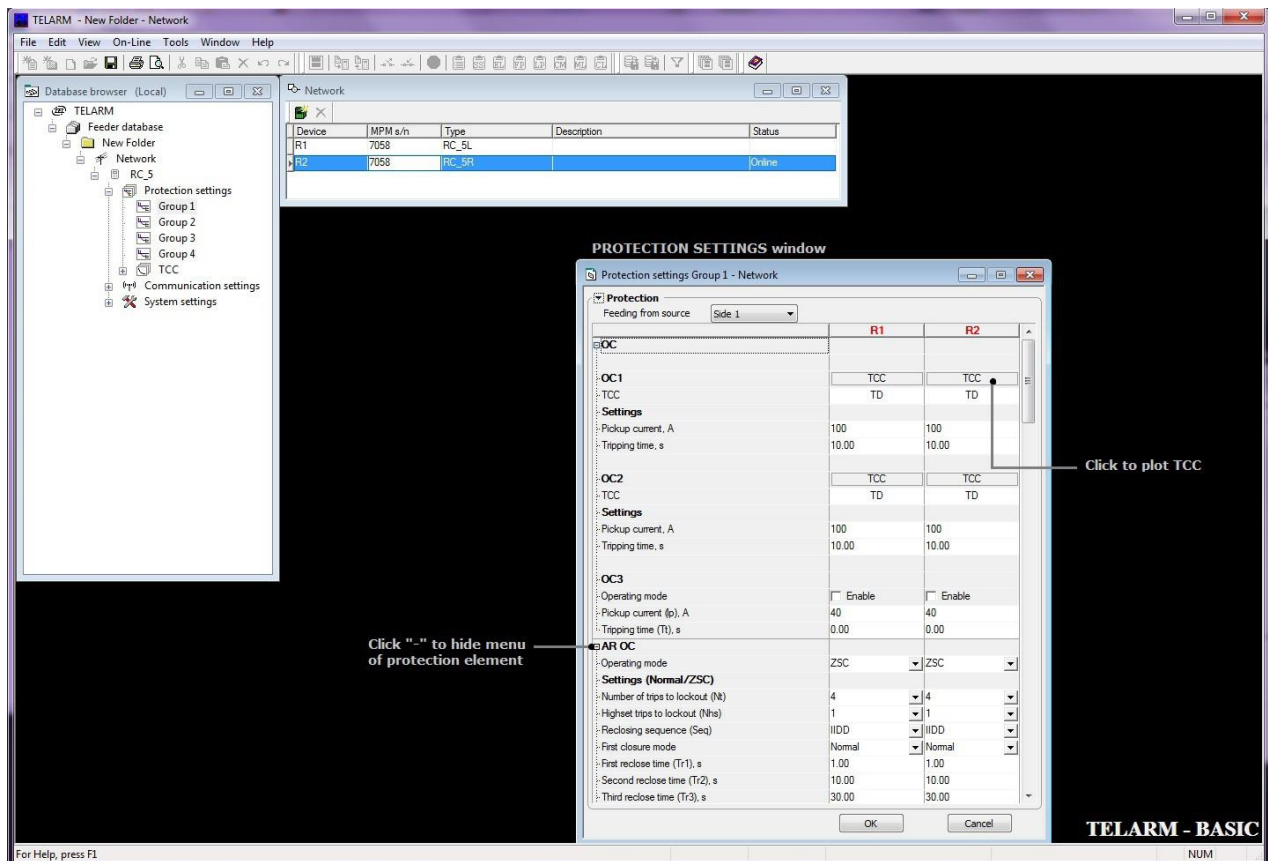

Figura 74
- 1) Abrir el modelo en la base de datos en la que se van a modificar los ajustes (Figura 74)
- 2) Para mayor practicidad, puede ocultar o mostrar los ajustes de los elementos de protección utilizando los botones “+” y “-”. Puede trazar la curva de TCC del elemento de protección presionando el botón TCC (Figura 74).